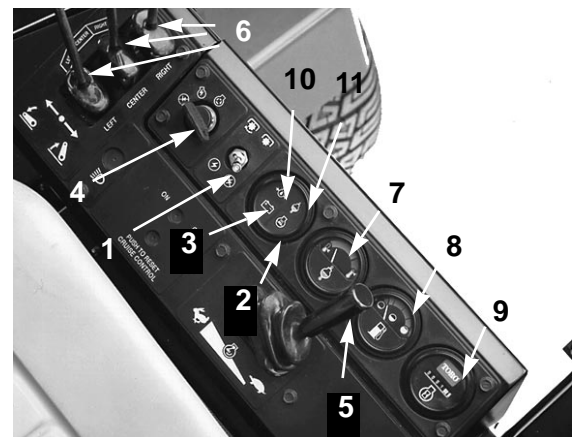

Fig. 14
**Interruttore di innesto delle unità falcianti** (Fig. 14)—Serve ad avviare ed arrestare le unità falcianti. Per azionare l'unità falciante, alzare l'interruttore e spostarlo in avanti. Si innesta prima l'apparato falciante centrale, seguito circa un secondo più tardi dai bracci falcianti laterali.
**Spia delle candele a incandescenza** (Fig. 14)—Girando la chiave su ON si mettono automaticamente in azione le candele a incandescenza per l'idonea durata. La spia si accende quando le candele a incandescenza sono attivate. Quando le candele sono sufficientemente riscaldate, la spia si spegne, indicando che il motore è pronto per l'avviamento.
**Spia di carica** (Fig. 14)—Si accende quando il circuito di carica dell'impianto non funziona correttamente.
**Interruttore a chiave** (Fig. 14)—Ha tre posizioni: OFF, ON e START. Girare la chiave su START e rilasciarla quando il motore inizia a girare. Per spegnere il motore, girare la chiave su OFF.
**Comando del gas** (Fig. 14)—Spostare il controllo in avanti per aumentare il numero di giri del motore, e indietro per diminuirli.
**Comando del sollevamento delle unità falcianti** (Fig. 14)—Le due leve esterne alzano ed abbassano i bracci falcianti laterali. La leva centrale alza ed abbassa l'intera unità falciante. Per abbassare l'unità falciante è necessario che il motore giri. Quando i bracci falcianti vengono alzati di oltre 15°, le lame si disinnestano automaticamente. Per abbassare l'unità falciante basta sfiorare le leve.
**Indicatore di temperatura del refrigerante** (Fig. 14)—Indica la temperatura del refrigerante del motore.
**Indicatore di livello del carburante** (Fig. 14)—Indica la quantità di carburante nel serbatoio.
**Contaore** (Fig. 14)—Indica il totale delle ore di funzionamento della macchina.
**Spia della pressione dell'olio motore** (Fig. 14)—Indica quando la pressione dell'olio motore è pericolosamente bassa.
**Spia della temperatura del refrigerante motore** (Fig. 14)—La spia rossa si accende ed il motore si ferma quando la temperatura del refrigerante supera i 110°C.